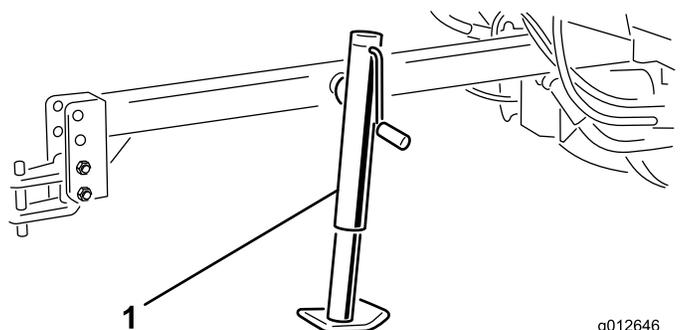

Figure 7
1. Glissez le cric sur le tube de montage du timon (Figure 7).
2. Alignez les trous du cric et les trous du tube de montage, et fixez le cric avec l'axe de chape (Figure 7).